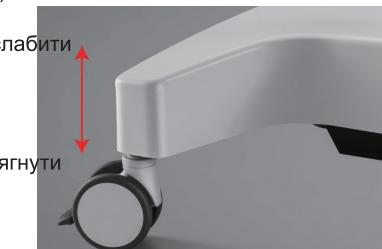

Рисунок 17
5.4.1 Рухомі ролики цього виробу оснащені блокувальним пристроєм (як показано на рис. 17).